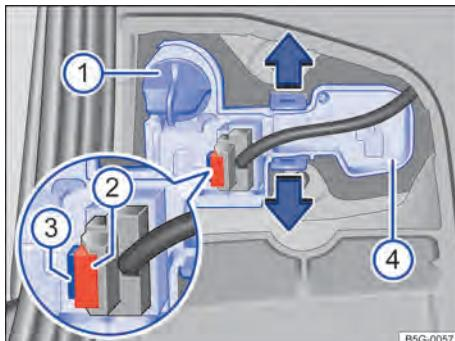

Fig. 224 Na tampa do compartimento de bagagem: remover o suporte da lâmpada.
4. Girar o suporte da lâmpada ⇒ Fig. 224 ① até o batente no sentido anti-horário e retirar com a lâmpada incandescente para trás.
5. Substituir a lâmpada incandescente queimada por uma lâmpada incandescente nova do mesmo modelo. Encaixar o suporte da lâmpada ① e girar no sentido horário até o batente.
6. Retirar o fusível ②. Pressionar o bloqueio ③ do conector e retirá-lo.
7. Destrar as linguetas do suporte da lâmpada ④ no sentido da seta e remover o suporte da lâmpada.